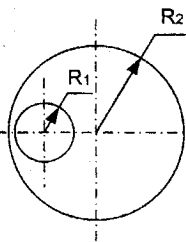

Рисунок 2
- 2) якщо $D < (R_1 + R_2)$, то провідники розташовані один в одному (рис.2);